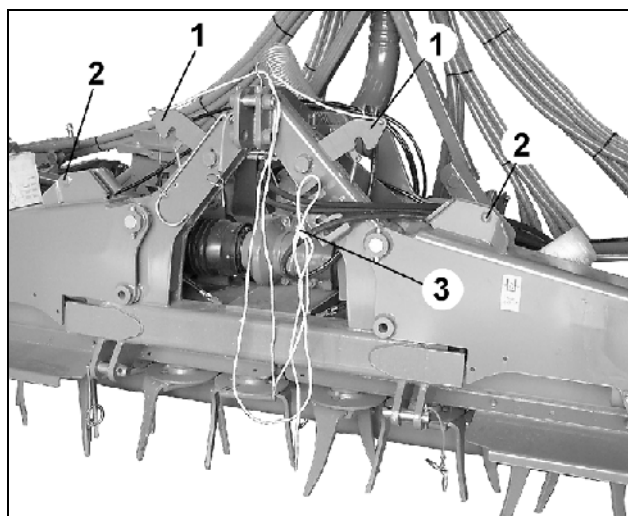

Fig. 110
- Maskinen klappes ud; låsemekanismen afsikres først ved hjælp af wiretræk fra førerkabinen (Fig. 110/3).